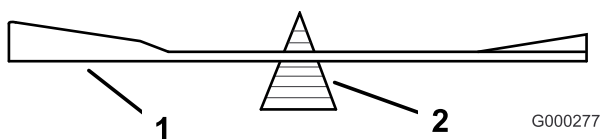

Figura 54
2. Controllate il bilanciamento della lama posizionandola su un bilanciatore (Figura 54). Se la lama rimane in posizione orizzontale, è bilanciata e può essere utilizzata. Se la lama non è bilanciata, limate del metallo soltanto dalla costa (Figura 52). Ripetete la procedura finché la lama non è perfettamente bilanciata.